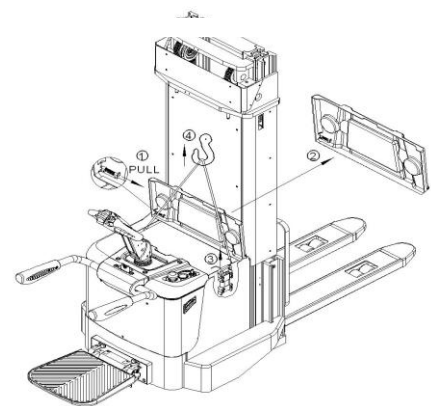

Рис. 12: Замена аккумулятора
Припарковать штабелер в безопасной зоне, выключить его с помощью замкового выключателя (13), затем нажать аварийную кнопку (11). Открыть крышку аккумуляторного отсека, открутить фиксирующую пластину, отсоединить вилку (Рис.12) и аккуратно вытащить аккумулятор с помощью крана. Операция по установке аккумулятора происходит в обратном порядке. Первыми подсоединить положительные клеммы. В противном случае оборудование может быть повреждено.